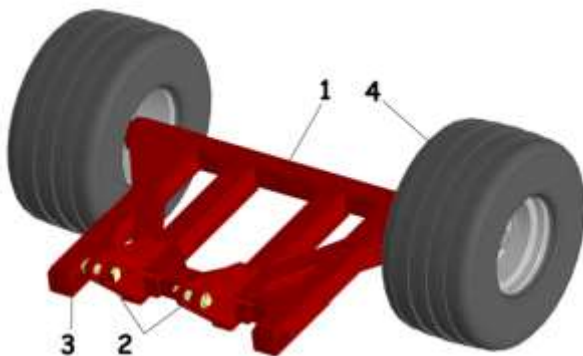

Рисунок 7 – Колесный ход
3.7 Колесный ход (рисунок 7) предназначен для перевода орудия в транспортное положение и наоборот, перегонов оборудования при транспортировке и при разворотах в процессе работы. Рама 1, колесного хода, имеет проушины крепления гидроцилиндров 2, втулки крепления к раме 3. В продольные балки вварены пара ступиц для установки колес 4.